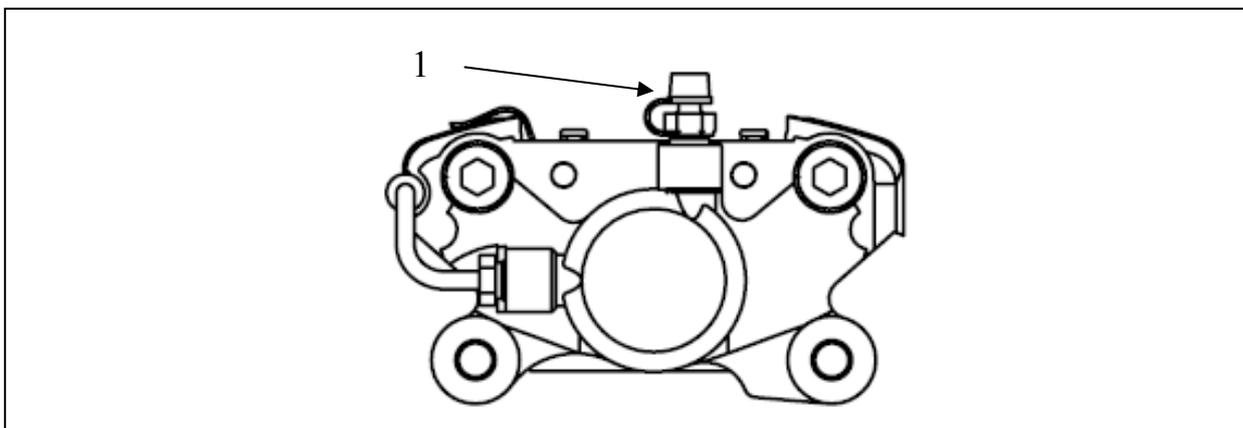

Рисунок 24 – Тормозной суппорт
2. Налейте тормозную жидкость в емкость бачка, наденьте трубку на перепускной штуцер 1 (рисунок 24) тормозного суппорта, свободный конец трубки погрузите в тормозную жидкость, залитую в специальную емкость;
1 Не исправен топливный насос	Коленчатый вал двигателя вращается, но двигатель не запускается Включите зажигание, топливный насос должен включиться примерно на 5 сек. и выключится (определить по характерному звуку). Если насос не работает, проверить соответствующий предохранитель и реле в блоке реле и предохранителей, см. рис. 24